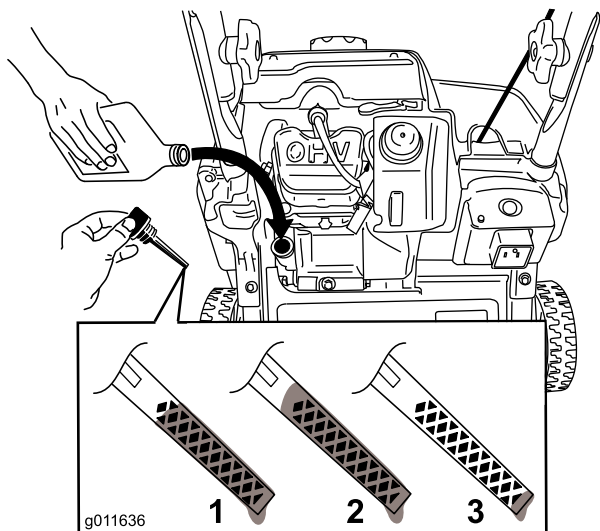

Figure 8
2. Nettoyez la surface autour du bouchon de remplissage (Figure 8).
**Remarque:** Pour déterminer le niveau d'huile correct indiqué par la jauge, voir (Figure 8).
**Remarque:** Versez de l'huile dans le carter moteur jusqu'à ce que la jauge indique le niveau correct, comme illustré à la Figure 8. Si vous remplissez excessivement